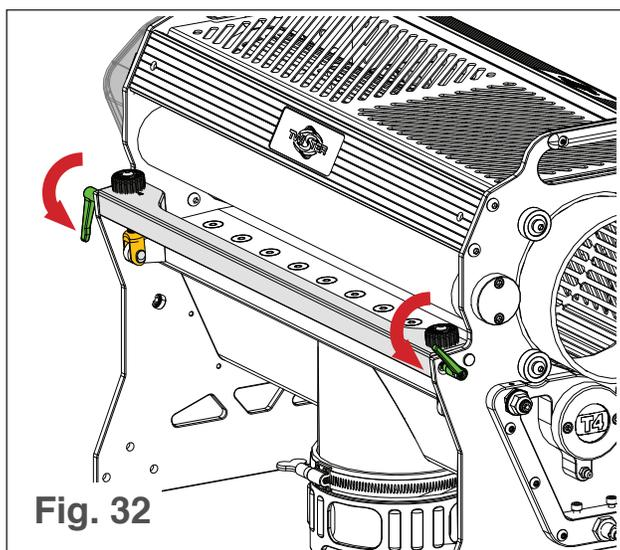

Fig. 32
- iii. Jale y gire las perillas de bloqueo de la barra de ajuste para que queden hacia abajo (ver la Fig. 32). Esto es para evitar que se rompan cuando se gira la T4.